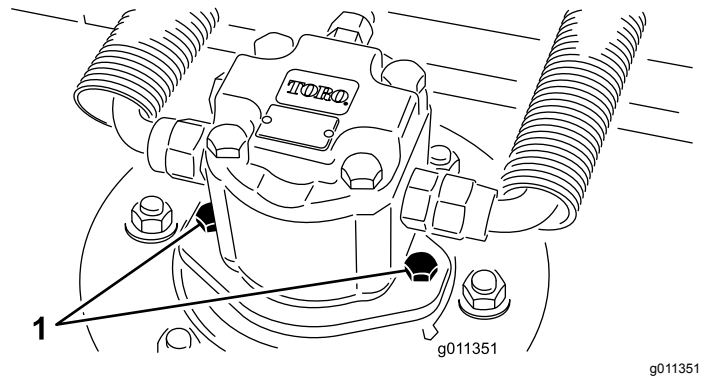

Figure 64
2. Débranchez et déposez le moteur hydraulique du plateau de coupe (Figure 64). Couvrez le dessus de l'axe pour éviter toute contamination.
4. Montez le moteur hydraulique sur le plateau de coupe (Figure 64). Vérifiez que le joint torique est en place et en bon état.